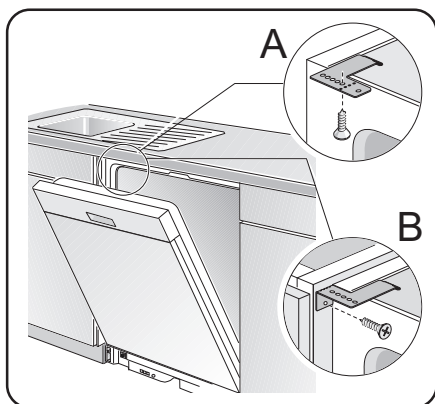

Figure 11/Ilus. 11
- 1) **Top Mount** is used for countertops made of wood or other materials that can easily drilled. Orient the mounting brackets as shown in Figure 11, letter A, and position the two small tabs on the mounting brackets over the two slots on the dishwasher's front corners. Push the mounting brackets down firmly to insert the tabs into the slots.
- 2) **Side Mount** is used for countertops made of marble, granite, or other very hard materials that cannot be easily drilled. Bend the mounting brackets along the small holes and in the same direction as the two small tabs. Orient the mounting brackets as shown in Figure 11, letter B, and position the two small tabs on the mounting brackets over the two slots on the dishwasher's front corners. Push the mounting brackets down firmly to insert the tabs into the slots.
- 1) **Sur le dessus** est utilisé pour les comptoirs fabriqués en bois ou autres matériaux pouvant être facilement percés. Orienter la fixation comme à la figure 11, lettre A, et positionner les 2 petites languettes sur la fixation sur les deux fentes des coins avant du lave-vaisselle. Pousser fermement sur les fixation pour insérer les languettes dans les fentes.
- 2) **Sur le côté** est utilisé pour les comptoirs en marbre, granite ou autre matériaux très durs ne pouvant être percés. Plier la fixation le long des petits points et dans la même direction que les deux petites languettes. Orienter les fixations comme à la figure 11, lettre B, et 2 petites languettes sur la fixation sur les deux fentes des coins avant du lave-vaisselle. Pousser fermement sur les fixation pour insérer les languettes dans les fentes.
- 1) **El Montaje Superior** se utiliza cuando el contador tiene una superficie de madera u otro material fácil de perforar. Acomode los soportes de montaje tal como indica la letra A en la Ilustración 11 y sitúe la dos lengüetas pequeñas de modo que cubran las dos ranuras en los rincones delanteros de la lavadora. Oprima firmemente hacia abajo los soportes de montaje hasta introducir las lengüetas en sus ranuras.
- 2) **El Montaje Lateral** se utiliza para las superficies de contador hechas de mármol, granito u otro material muy duro que no se perfora fácilmente. Doble los soportes de montaje en línea con los hoyos pequeños y en la misma dirección como las dos lengüetas pequeñas. Acomode los soportes de montaje tal como indica la letra B en la Ilustración 11 y sitúe las dos lengüetas pequeñas encima de los soportes de montaje sobre las dos ranuras en los rincones delanteros de la lavadora. Oprima firmemente hacia abajo los soportes de montaje para poder introducir las lengüetas en las ranuras.